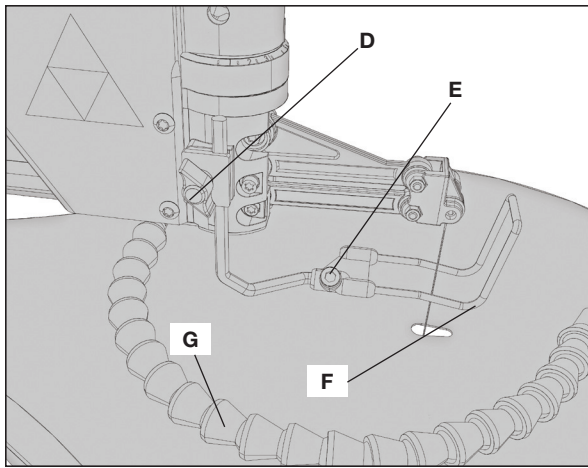

FIG. 9
Le dispositif de retenue du matériau (F) fig. 9 devrait toucher la surface de la pièce à ouvrir. Pour régler le dispositif de retenue, desserrer la vis à oreilles D (fig. 9) et l'abaisser ou la soulever.
Le dispositif de retenue doit être incliné lorsque la table l'est. Pour incliner le dispositif de retenue, desserrer la vis à six pans (E) illustrée à la figure 9 et incliner le dispositif de retenue jusqu'à ce qu'il soit parallèle à la table. Resserrer le dispositif de retenue avant la coupe.
La scie à découper comporte un boyau d'air réglable (G) fig. 9 permettant d'éliminer les poussières et les débris de la surface de travail. Bien placer le boyau d'air; il devrait souffler la poussière dans une direction opposée à l'utilisateur.